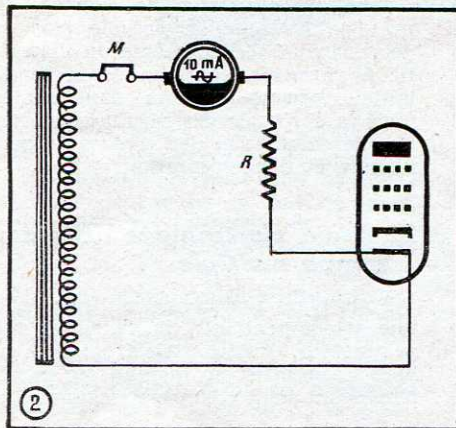

Fig. 2. — Essai de la continuité du filament.
1) CONTINUITE DU FILAMENT. — En mettant le commutateur « ESSAIS » sur la deuxième position, on obtient le montage de la figure 2. Le filament est branché en série avec la totalité de l'enroulement secondaire, le milliampèremètre disposé sur la sensibilité de 10 mA et la résistance li-